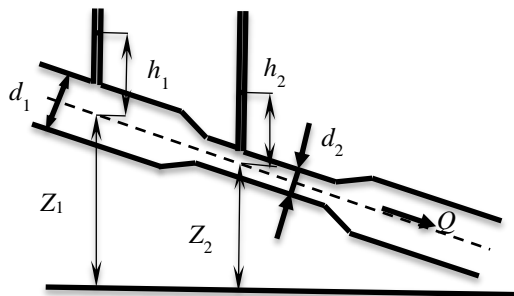

Рис. 6.3
6.11. Вода движется в трубопроводе переменного сечения с расходом 0,0785 л/с (рис. 6.3), как изменится показание прямого пьезометра в узком сечении, если $d_1 = 20$ мм, $d_2 = 10$ мм, $z_1 = 80$ см, $z_2 = 40$ см?
6.12. Вода движется в трубопроводе переменного сечения ($d_1 = 44$ мм, $d_2 = 22$ мм, $z_1 = 100$ см, $z_2 = 40$ см) в количестве 0,16 л/с. Давление в первом сечении $p_1 = 1,2$ бар. Определите давление в суженном сечении (рис. 6.3).